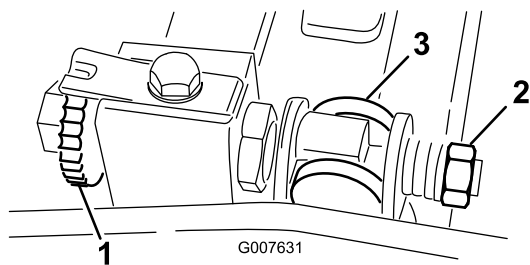

Bild 55
1. Drehen Sie die Einstellschraube des Untermesserträgers nach links, um den Abstand zwischen Untermesser und Spindel zu vergrößern (Bild 55).
- Drehen Sie die Federspannungsmutter so weit hinaus, bis die Scheibe nicht mehr gegen den Untermesserträger angespannt ist (Bild 55).